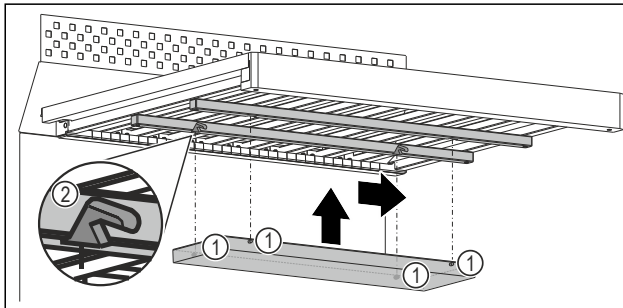

Fig. 105 Immagine a titolo di esempio
- Inserire ogni perno Fig. 105 (1) nell'incavo Fig. 105 (2) corrispondente delle barre sotto la griglia di legno.